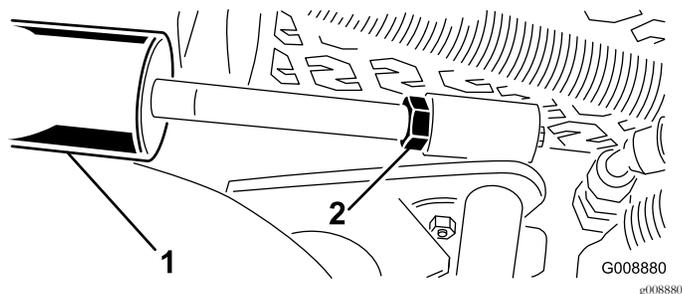

図 29
- A. カッティングユニットを降下させ、シリンダについているジャムナットを戻す(図29)。